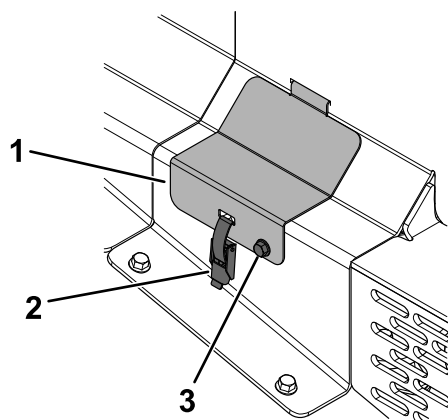

Рисунок 43
2. Удалите болт и разблокируйте защелку крышки (Рисунок 43).